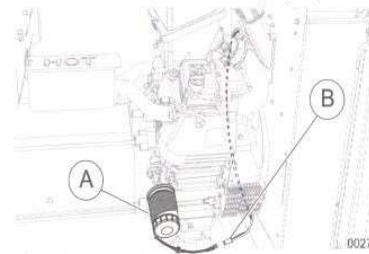

Рисунок 6. Установка обогревателя масляного фильтра (11–22 кВт)
- См. Рисунок 6. Разместите обогреватель масляного фильтра (A) на масляном фильтре, как показано на рисунке, чтобы вилка соединителя находилась внизу. Установите масляный фильтр и затяните его с помощью гаечного ключа для фильтров.